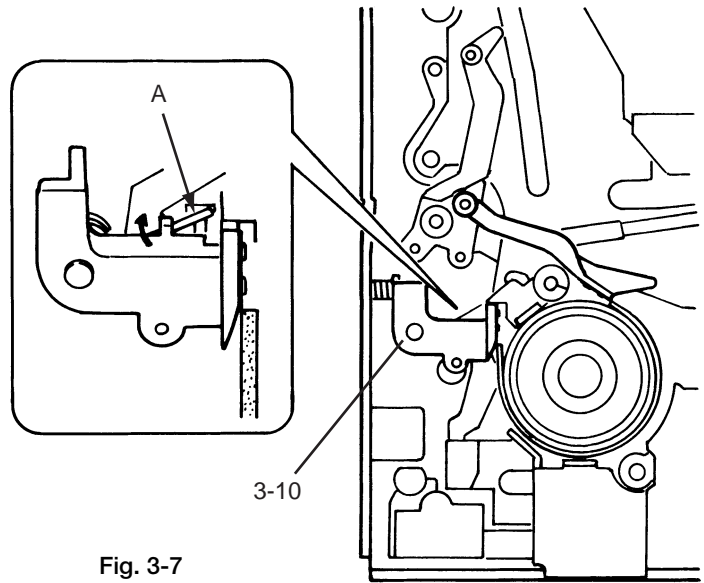

Fig. 3-7
- 2) After installing 3-10 as shown in Fig. 3-7, push portion A of 3-11 downward with a rod to disengage it, then hook it over the hook of REEL LOCK LEVER (4-21).
- 2) 3-10を図3-7のように取り付けした後、3-11のA部を棒で下側に押し外し、その下にあるREEL LOCK LEVER (4-21) のフックに掛ける。